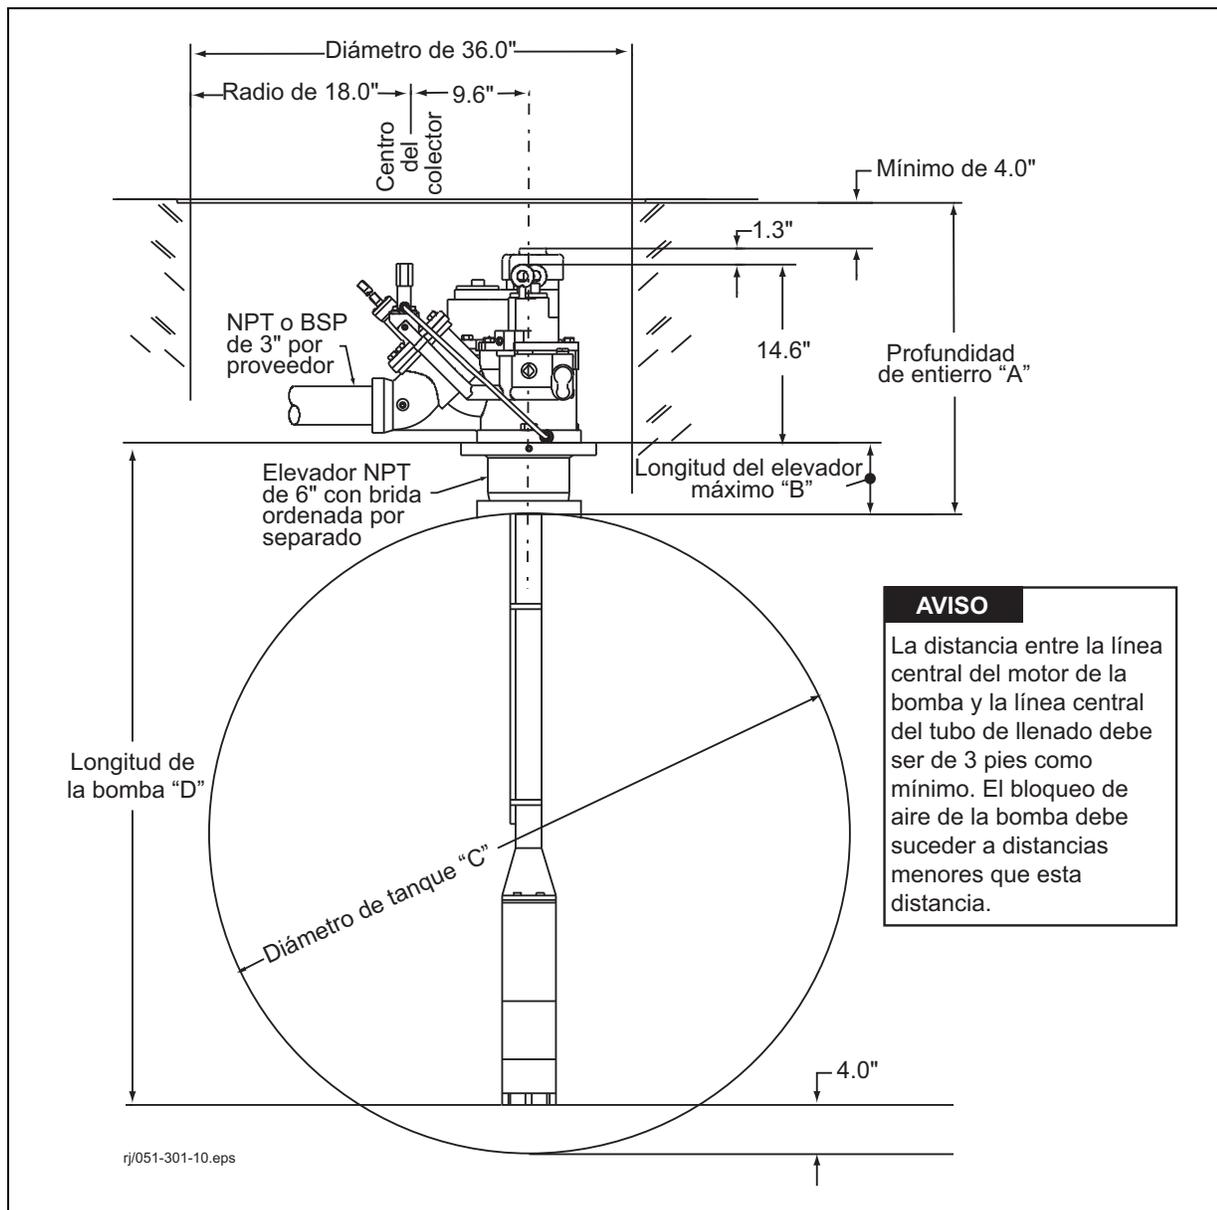

Figura 5. Dimensiones de instalación
3. Revise el equipo que se recibió con la Tabla 2 y la Figura 5 para ver el diámetro del tanque y profundidad de entierro.
4. Después de que se han llevado a cabo todas las verificaciones, se puede completar el despacho y los pozos instalados como se muestra en la Figura 5 y la Tabla 2.